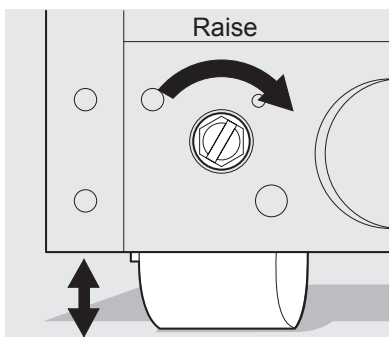

Figura 2
- 2 Use un destornillador plano o una llave de vaso de  $3/8''$  para elevar o rebajar las ruedas frontales (figura 2).